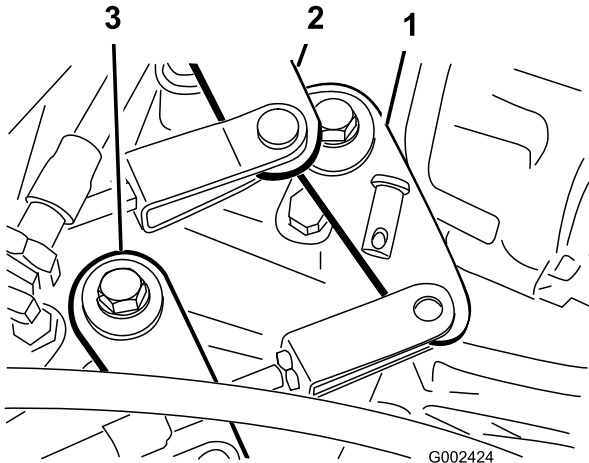

Bild 55
2. Nehmen Sie die Lastösenbolzen ab, mit denen die Schaltzüge an den Getriebechalthebeln befestigt sind (Bild 55).
1. Nehmen Sie die Lastösenbolzen ab, mit denen das Kabel (schneller/langsamer Gang) am Getriebe befestigt ist (Bild 55).